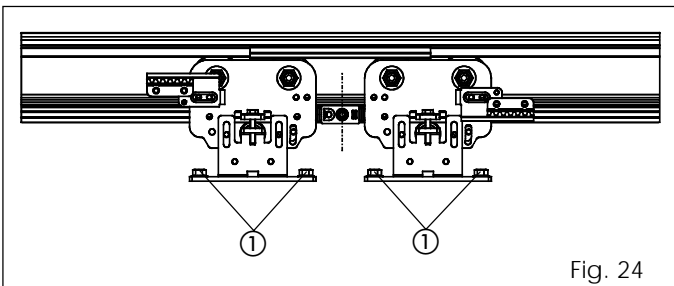

Fig. 24
Las puertas de la serie 940 SM se entregan con los carros hasta el tope del borde de cierre (fig. 24). Si fuera necesario regular el centro de la puerta, proceda del siguiente modo:
- Afloje los tornillos de fijación (fig. 24 ref. ①) del carro interesado. Acerque el carro al tope hasta que entren en contacto.